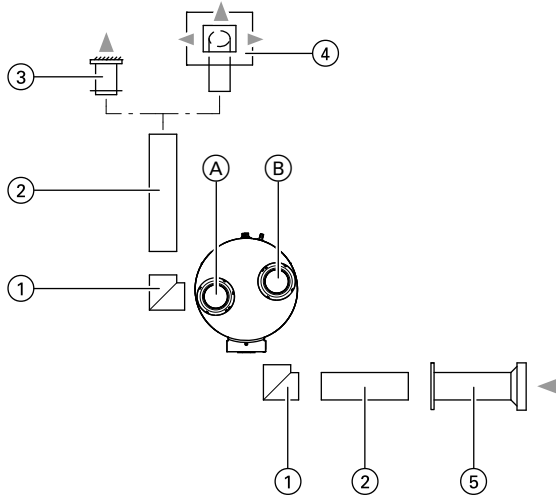

Abb. 12
- (B) Flexible Verbindungen für hydraulische Anschlüsse
- (C) Kunststoffrohre mit Wärmedämmung aus EPP oder wärmegegedämmte Flexrohre (DN 160 oder DN 180) für Leitungssystem Lufteintritt/Luftaustritt
- (D) Schwingungsdämpfung Wanddurchführung Lufteintrittsleitung
- (E) Schwingungsgedämpfte Aufhängung der Lufteintrittsleitung
- (F) Schalldämpfer Lufteintritt
- (G) Schalldämpfer Luftaustritt
- (H) Schwingungsgedämpfte Aufhängung der Luftaustrittsleitung
- (K) Schwingungsdämpfung Wanddurchführung Luftaustrittsleitung
- (L) Schwingungsdämpfung Fußboden
- (M) Stellfüße
1. Einzelne Leitungselemente mit Verbindungsstücken oder Muffen zusammenstecken: Siehe Systemdarstellungen Abb. 12 und 13.